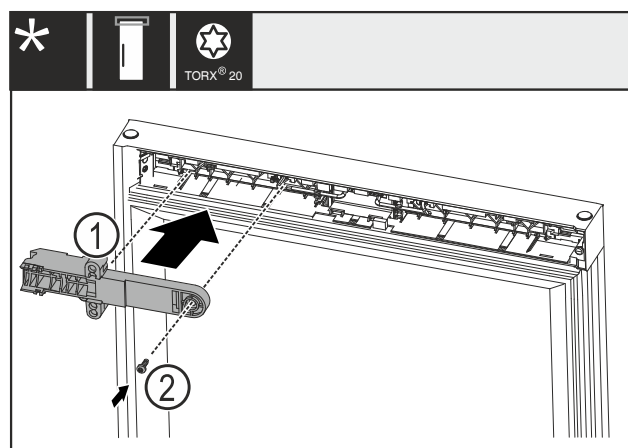

Fig. 23
- Rotiți piesa de fixare a încuietorii Fig. 23 (1) cu 180° și montați-o pe partea opusă.
- Fixați piesa de fixare a încuietorii Fig. 23 (1) cu șurubul Fig. 23 (2).